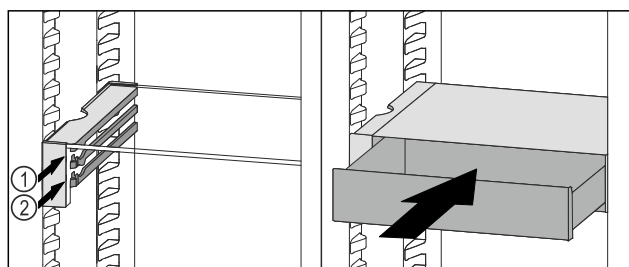

Fig. 61
- ▶ Nasadte zásuvku VarioSafe za zarážky na požadovaném žebro Fig. 61 (1) nebo Fig. 61 (2).